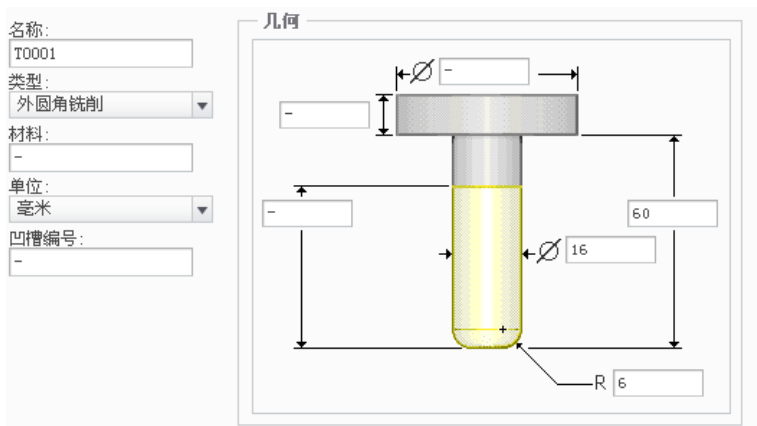

图 3.2.25 设置刀具一般参数
Step4. 在弹出的“刀具设定”对话框的 **常规** 选项卡中设置图 3.2.25 所示的刀具参数，设置完毕后依次单击 **应用** 和 **确定** 按钮，返回到“铣削工作中心”对话框。在“铣削工作中心”对话框中单击 **确定** 按钮，返回到“操作”操控板。